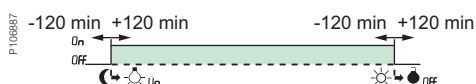

Fig. 5.
- Justering af forskelle i tidspunkter for solnedgang og/eller solopgang, der kan justeres separat med ± 120 minutter i henhold til lokale forhold (bjerge, bygninger osv.) (se fig. 5).